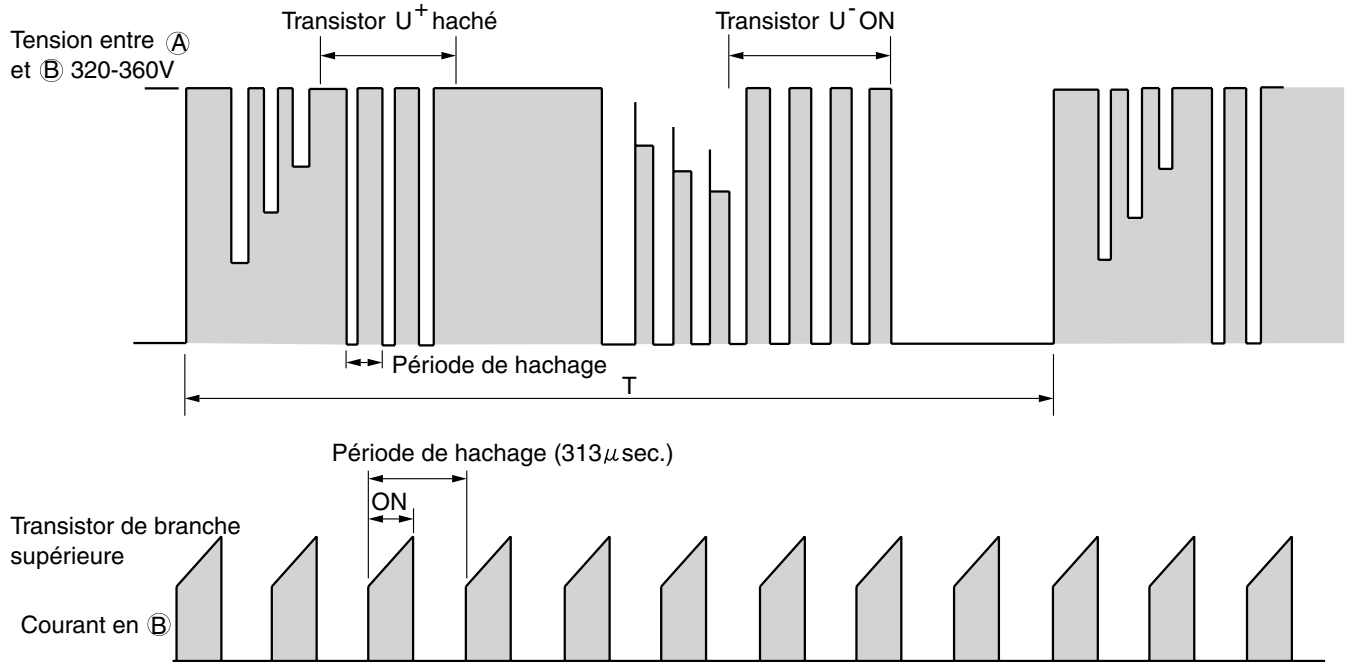

Fig. 3-3 Forme d'onde de la tension en chaque point
- La Fig. 3-3 représente la forme d'onde de la tension à chaque point dans les Fig. 3-1 et 3-4. La première moitié du bras supérieur est coupée et la deuxième est sur ON; la première moitié du bras inférieur est coupée et la deuxième est sur ON.
- Since current flows at point ② only when U⁺ transistor is ON, the current waveform at point ② becomes intermittent waveform as shown in Fig. 3-3. Since current at point ② is approximately proportional to the input current of the air conditioner, input current is controlled by using DC current (Id) detection resistor.